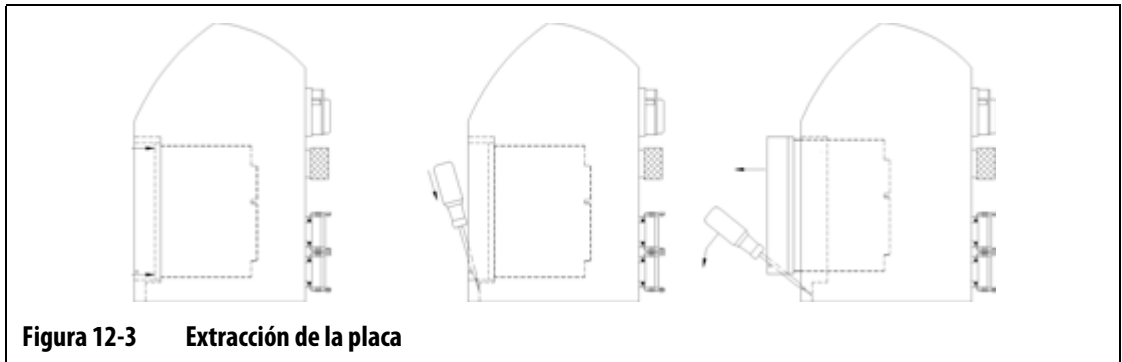

Figura 12-3 Extracción de la placa
7. Deslizar el destornillador entre la señal plateada y el saliente del armario eléctrico y extraer cuidadosamente la placa. (Figura 12-3).
7. Deslizar el destornillador entre la señal plateada y el saliente del armario eléctrico y extraer cuidadosamente la placa. (Consultar la Figura 12-3).